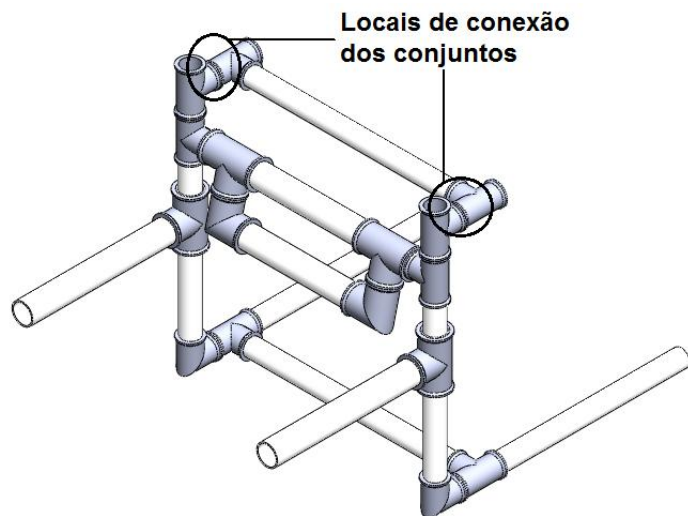

Figura 39. Montagem Final – Passo 12
- Passo 12: Junte o conjunto montado no passo 10 com o conjunto montado no passo 11, como mostrado na figura 39 (1 unidade);